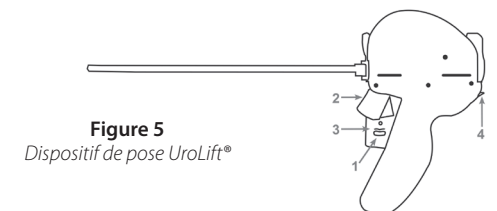

Figure 5
3.1 Déverrouiller le verrou de sécurité de l'aiguille (**étape 1, Figure 5**).
3.2 Appuyer légèrement sur la gâchette de l'aiguille pour déployer l'aiguille (**étape 2, Figure 5**).
3.3 Après le déploiement complet de l'aiguille, appuyer complètement sur le rétracteur (**étape 3, Figure 5**) pour rétracter l'aiguille et déployer la languette capsulaire. Appuyer de nouveau sur le rétracteur pour assurer la rétraction complète. Cette action libère la languette capsulaire de l'extrémité de l'aiguille déployée, puis la ramène vers la capsule prostatique jusqu'à ce qu'elle soit en place contre la surface capsulaire. L'aiguille se trouve alors en position rétractée (non exposée) au sein du dispositif de pose. Si une rétraction complète n'est pas obtenue, suivre l'étape 5.1 pour libérer manuellement le rétracteur.
ATTENTION : Pendant que le rétracteur est appuyé, éviter de toucher le bouton du mécanisme de libération urétral. Tout contact avec le bouton du mécanisme de libération urétral (**étape 4, Figure 5**) pendant que le rétracteur est enfoncé peut provoquer un déploiement accidentel de la pièce terminale urétrale et une section accidentelle du fil de suture.